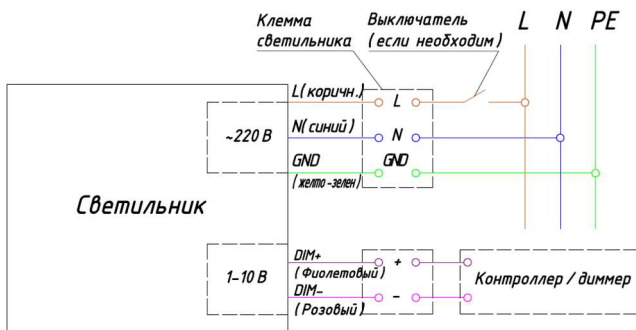

Рисунок 4. Подключение светильника.
- произведите соединение кабеля светильника с питающим кабелем. Соединение необходимо производить в распределительной коробке, либо другим допустимым по ПУЭ и ПТЭЭП способом. При этом необходимо соблюдать полярность соединения проводов: коричневые – фазный проводник, синий – нейтральный проводник, зеленый/желтый – защитный проводник («земля») см. рисунок 4.